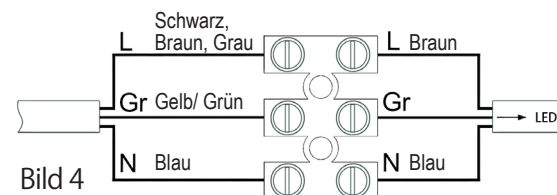

Bild 4
5. Das Kabel lt. Kennzeichnung anschließen (Bild 4). Benutzen Sie hierfür eine wassergeschützte Verteilerdose bzw. ein wassergeschützte Verbindungssystem.